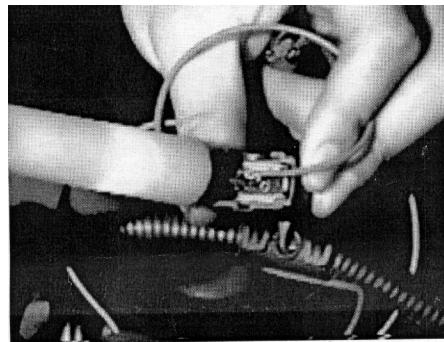

图 5-21 二极管试灯检测
2) 检查 ECU 控制线路。自制一个串联有  $330\Omega$  左右电阻的二极管试灯。在点火开关置于 OFF 位置的情况下拔下喷油器插头，如图 5-21 所示，将二极管试灯的正极与喷油器蓄电池正极相连，试灯的负极与喷油器控制信号线束插头相连。起动机，二极管试灯应闪烁，否则应检查喷油器到 ECU 之间的线路情况是否正常。